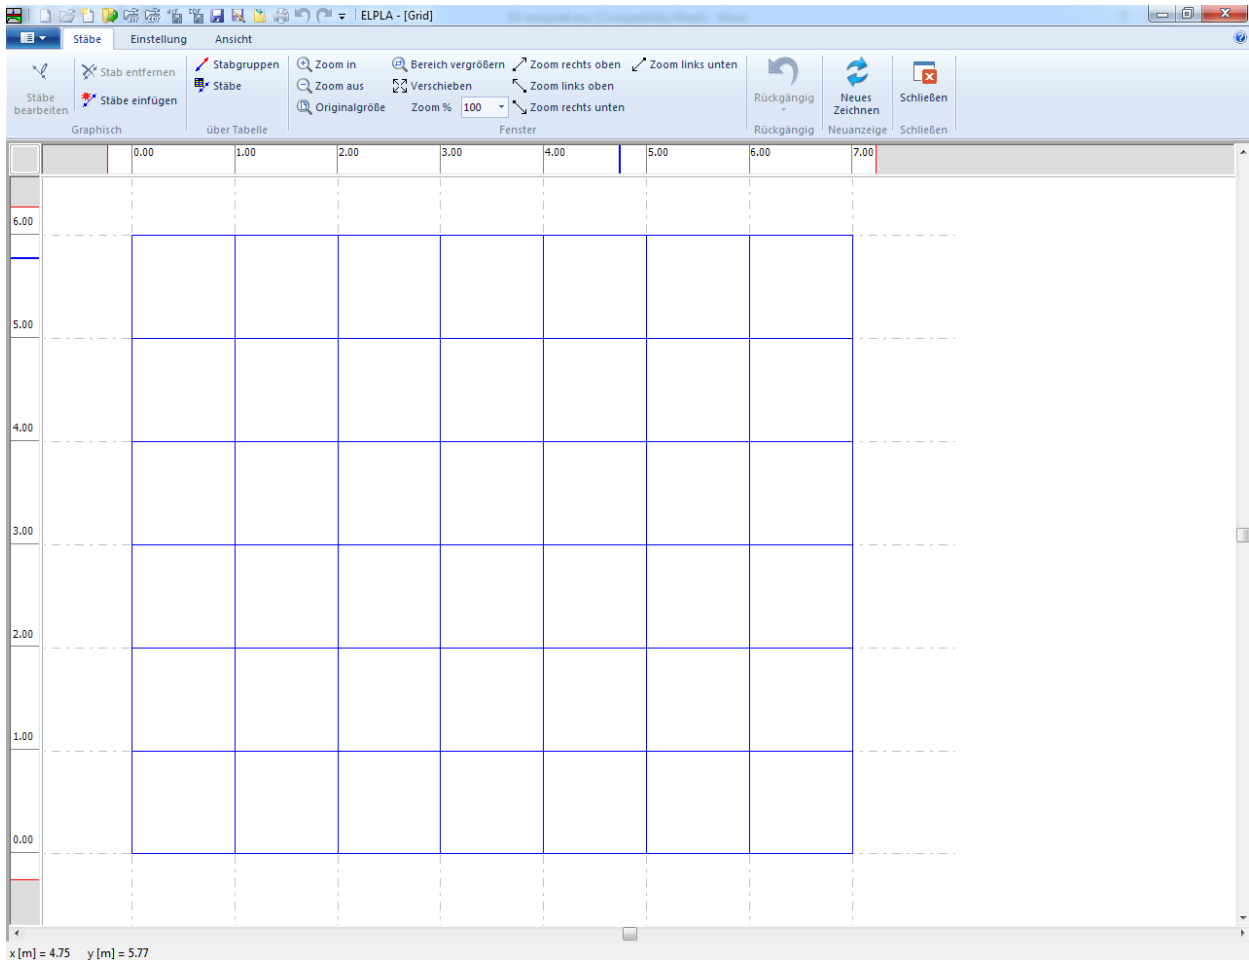
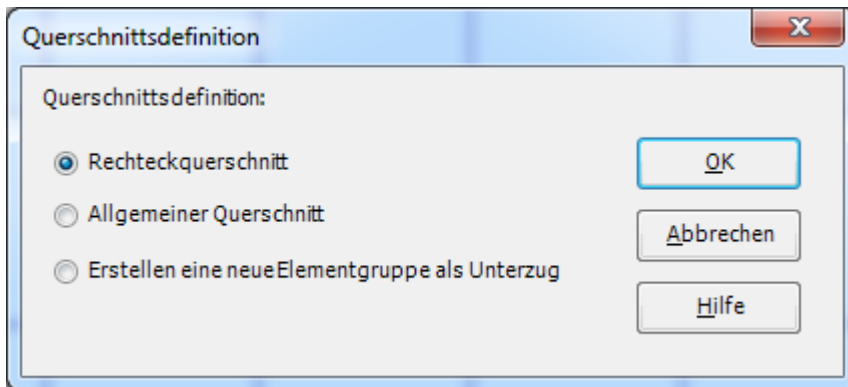
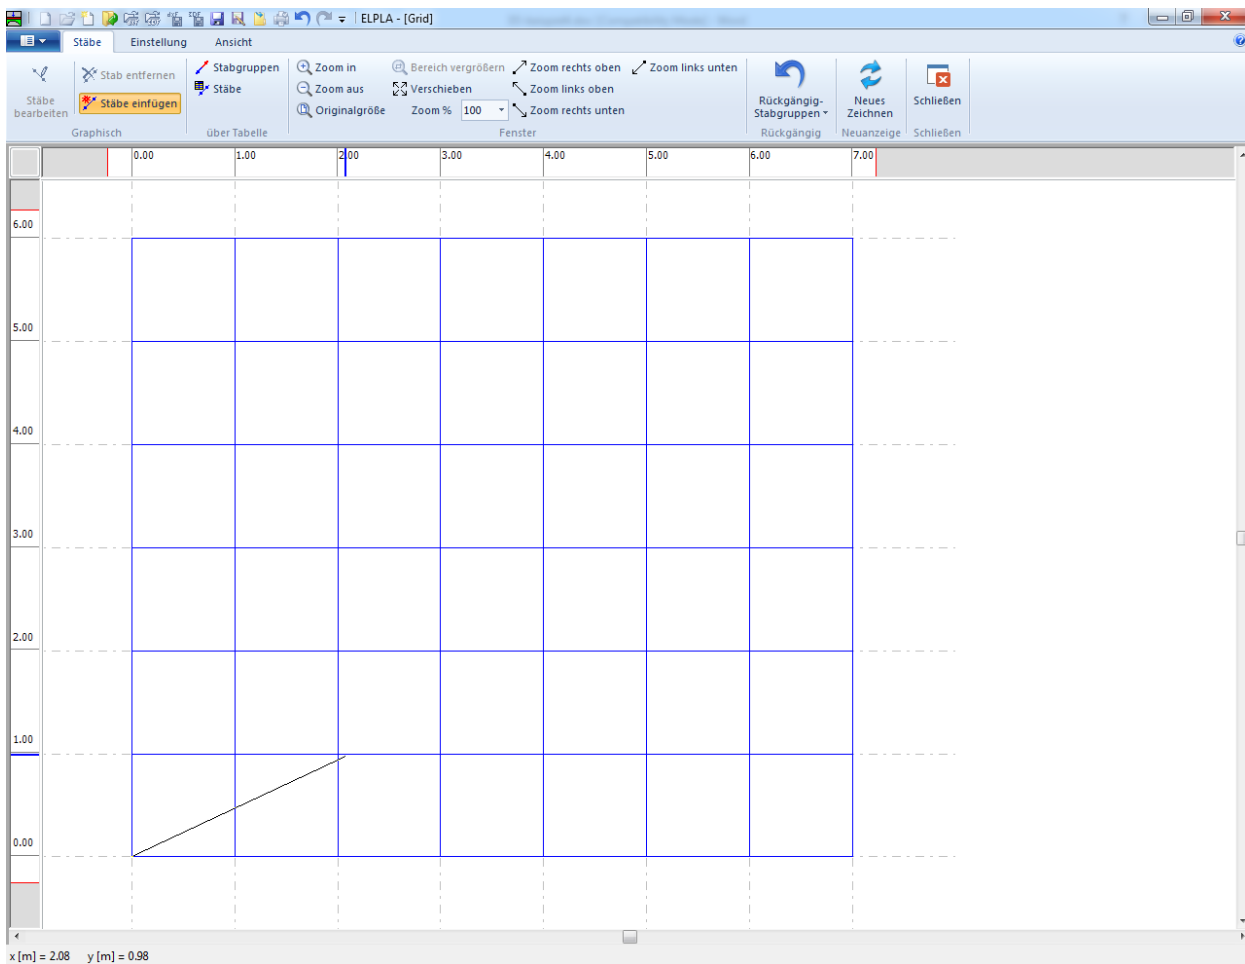
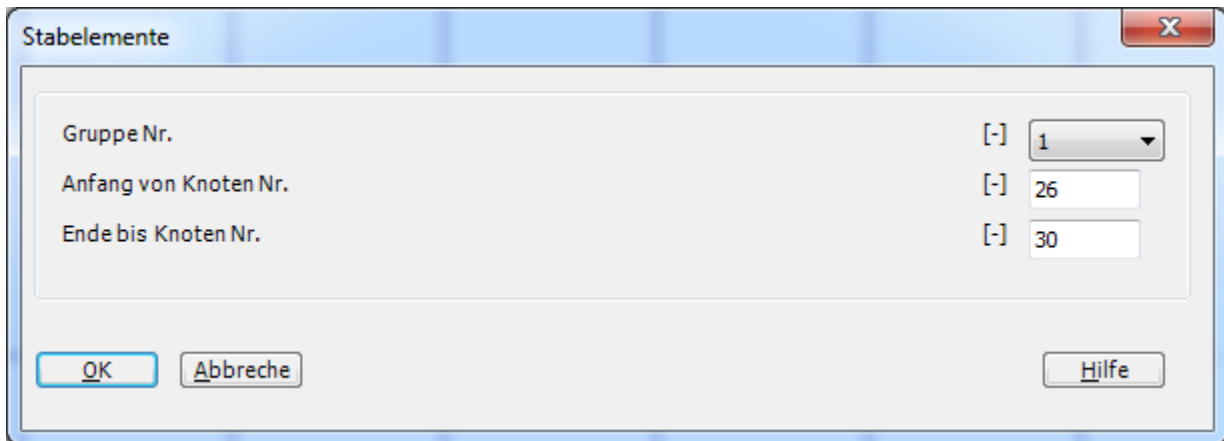

Bild 4.11 "Stäbe" Fenster
Bild 4.12 Optionsfeld "Querschnittsdefinition"
Bild 4.14 Einfügen des ersten Trägers mit der Maus
Bild 4.15 Dialogfeld "Stabelemente"
- Wählen Sie "Daten der Stäbe" aus der Registerkarte "Daten". Damit erscheint das folgende Menü in Bild 4.11
- Wählen Sie im Fenster von Bild 4.11 den Befehl "Beschreibung der Stabgruppen" aus dem Menü "über Tabelle". Das folgende Optionsfeld im Bild 4.12 erscheint
- Wählen Sie "Stäbe einfügen" aus dem Menü "graphisch" im Bild 4.11. Dabei wechselt der Cursor von einem Pfeil zu einem Kreuz. Klicken Sie die linke Maustaste auf den Anfangsknoten des ersten Trägers und schleifen Sie mit der Maus bis zum Endknoten dieses Trägers (Bild 4.14), dann klicken Sie auf dem Endknoten. Das Dialogfeld "Stabelemente" im Bild 4.15 erscheint